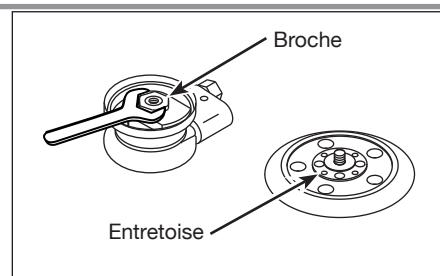

Figure 2 - Assemblage du patin de ponçage
- Placez la clé fournie sur la bielle hexagonale et maintenez-la en place (voir Figure 2).
- Assurez-vous que l'entretoise est bien placée sur le goujon de fixation fileté du patin de ponçage (voir Figure 2), puis serrez le patin manuellement sur la bielle en le faisant tourner dans le sens horaire. Retirez la clé.